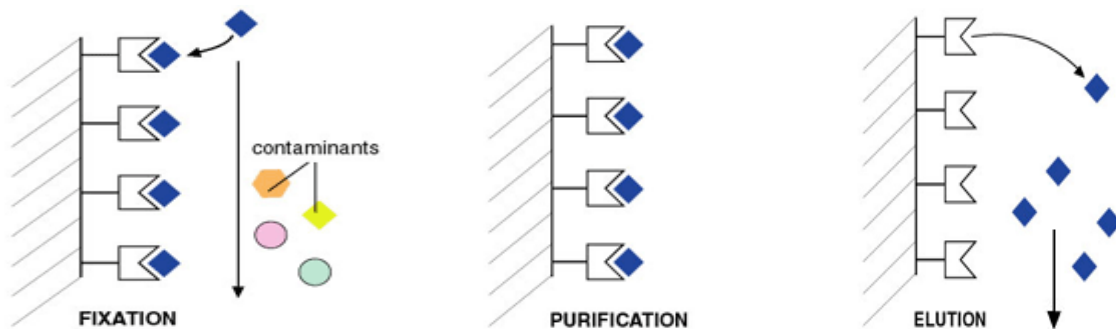

Figure 1 : Les trois étapes d'une chromatographie d'affinité
2. Appareillage : Les appareils de chromatographie gazeuse sont principalement composés de (fig. 1):
- **Détecteur**, qui va permettre de mesurer le signal émis par les différentes molécules et de pouvoir les identifier : *spectromètre de masse (MS)* ou la *spectroscopie infra-rouge (IR)*; détecteur électrique (TCD), détecteur à ionisation de flamme (FID), ,